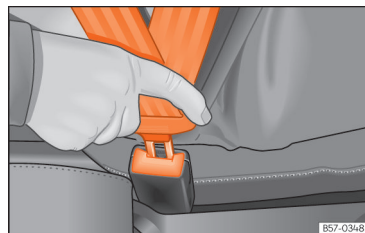

Рис. 26 Пристібання ременя безпеки.
- Вставте язичок пряжки в замок для відповідного сидіння »» **рис. 26**.